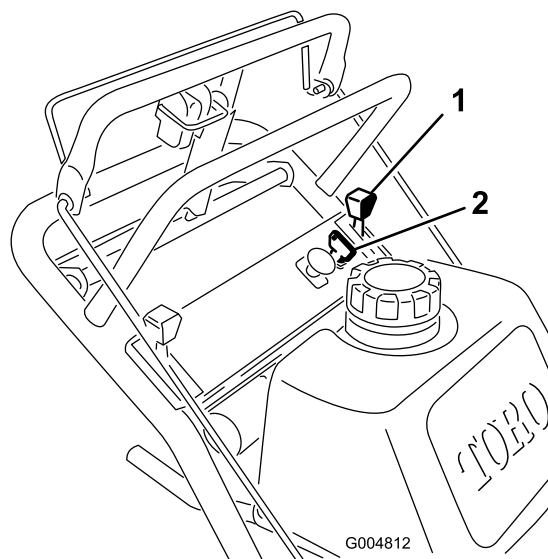

Рисунок 8
1. Переведите рычаг дроссельной заслонки в положение МЕДЛЕННО (Рисунок 8).
3. Поверните ключ зажигания в положение Выкл. (Рисунок 8).